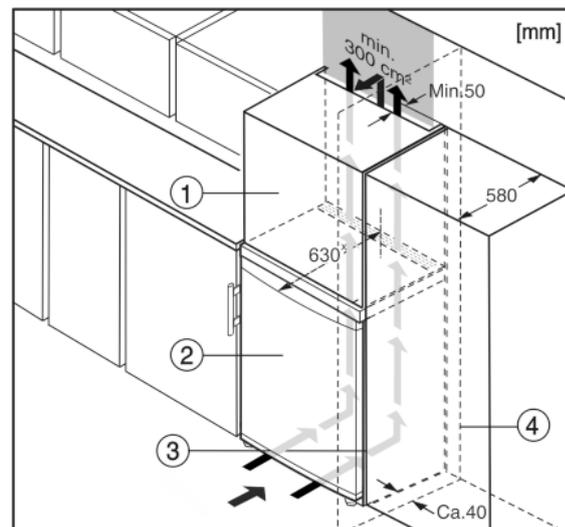

Fig. 10
(2) Устройство
(4) Стенка
Устройство может быть окружено кухонными шкафами. Чтобы уравнять устройство *Fig. 10 (2)* по высоте с кухонной стенкой, можно установить над устройством дополнительный шкафчик *Fig. 10 (1)*.
При комбинировании с кухонными шкафами (глубина макс. 580 мм) устройством можно установить непосредственно рядом с кухонным шкафом *Fig. 10 (3)*. Устройство выступает сбоку на 34 мм* и по центру на 50 мм* относительно передней стенки кухонного шкафа.
Если устройство установлено на шарнирах у стены *Fig. 10 (4)*, то расстояние между устройством и стеной должно быть не менее 40 мм. Настолько выступает ручка при открытой дверце.